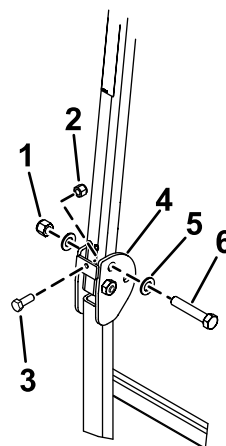

Рисунок 9
3. Установите шайбу (13/16 x 1 1/2 дюйма) на каждый болт (3/4 x 4 дюйма), как показано на Рисунок 9.
4. В отверстия, из которых были извлечены штифты, установите болты с шайбами (Рисунок 9).
5. Установите еще по одной шайбе на каждый болт и закрепите с помощью гаек (3/4 дюйма), как показано на Рисунок 9. Затяните гайки с моментом от 323 до 396 Н·м.
6. Установите болт (3/8- 16 x 1 дюйм или 1 - 1/4 дюйма) с зажимной гайкой (болты и зажимные гайки в комплект не входят) в пластину с резьбой на каждой стороне нижней части защитной дуги в области петель (Рисунок 9). Затяните болт до упора
- Затяните шарнирный болт конструкции ROPS (Рисунок 9) с моментом 91 – 113 Н·м, чтобы предотвратить любые вибрации защитной дуги и солнцезащитного навеса.